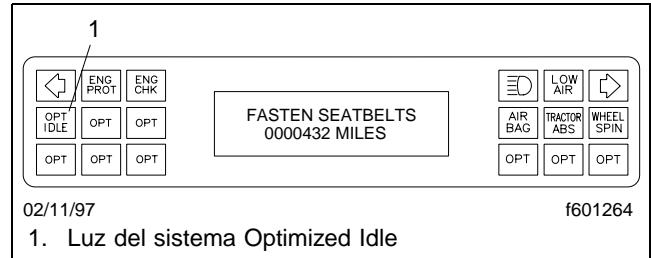
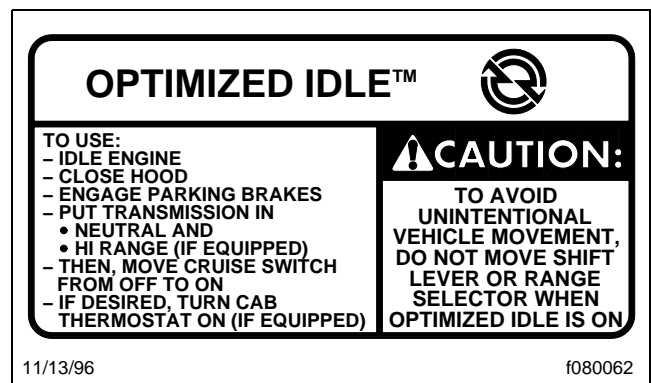
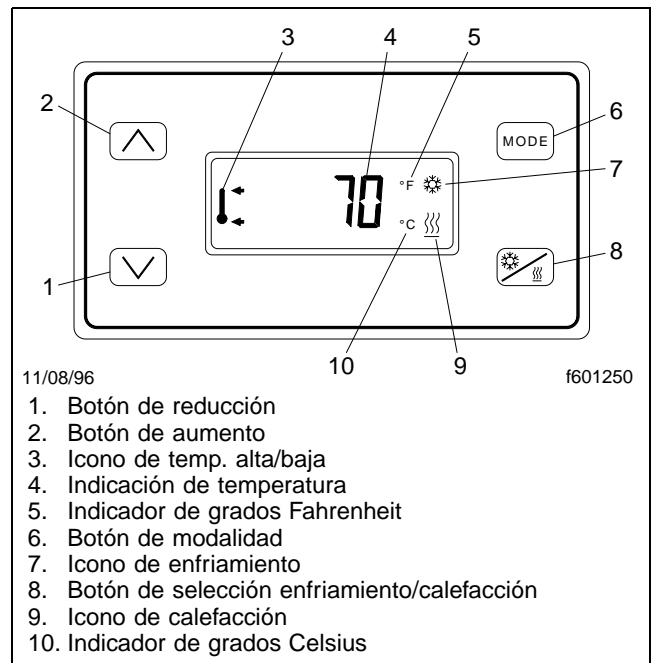

Figura 7.4, Luz del sistema Optimized Idle
Figura 7.5, Etiqueta del tablero del sistema Optimized Idle
Figura 7.6, Termostato del Optimized Idle
Los vehículos equipados con el sistema Optimized Idle tienen una etiqueta y luz en el tablero de instrumentos. La luz del tablero está en el panel "A" en el centro de mensajes del tablero o en el Driver Message Center (centro de mensajes para el conductor). Vea la **Figura 7.4**. Vea la **Figura 7.5** para el detalle de la etiqueta del tablero. Si está equipado con la modalidad de termostato, hay un termostato ubicado en el dormitorio, arriba de la litera. Vea la **Figura 7.6**.
- 2.2 Active el termostato tocando cualquiera de los cuatro botones. Vea la **Figura 7.6**.